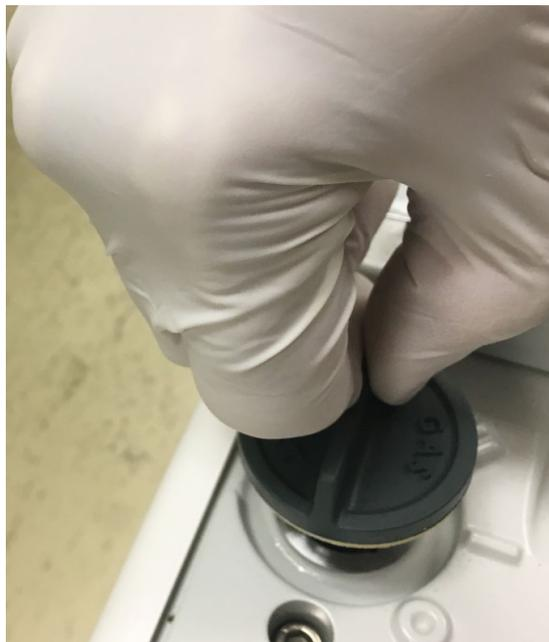

图 11：取下气镇旋钮
- 4) 通过下压和转动从前级泵顶部取下气镇旋钮。见图 11。